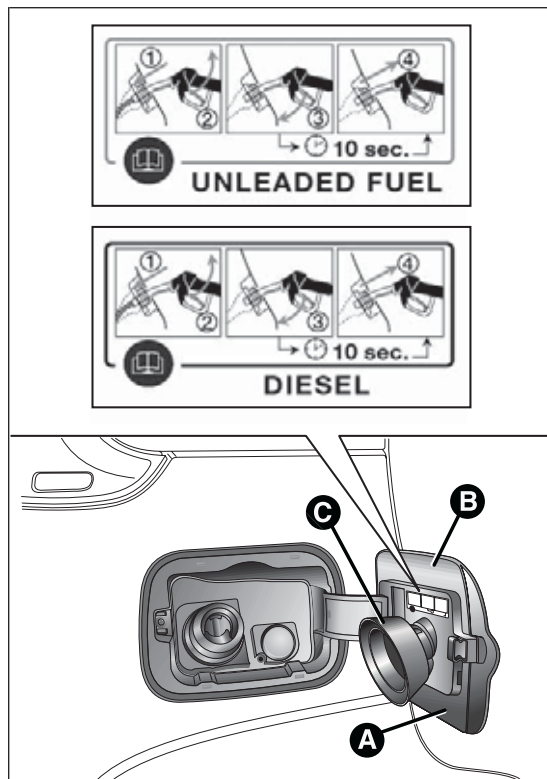

fig. 73
El procedimiento de repostado descrito a continuación se indica en la placa B fig. 73, situada en el interior de la tapa del depósito de combustible. En la placa también se indica el tipo de combustible (UNLEADED FUEL=gasolina, DIESEL=gasóleo).
- ☐ abrir la tapa A fig. 73 tirando de ella hacia el exterior;
La tapa A fig. 73 dispone de un capuchón guardapolvo C que, con la tapa cerrada, impide que queden restos y polvo en el extremo de la boca de llenado.